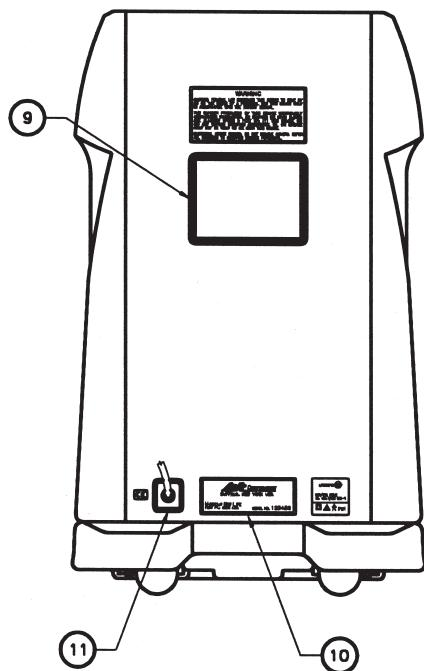

Fig. I.2
I. 2. Apparatens baksida (Fig. I. 2) .....	3-SV
### I. 2. Apparatens baksida (fig. I. 2)